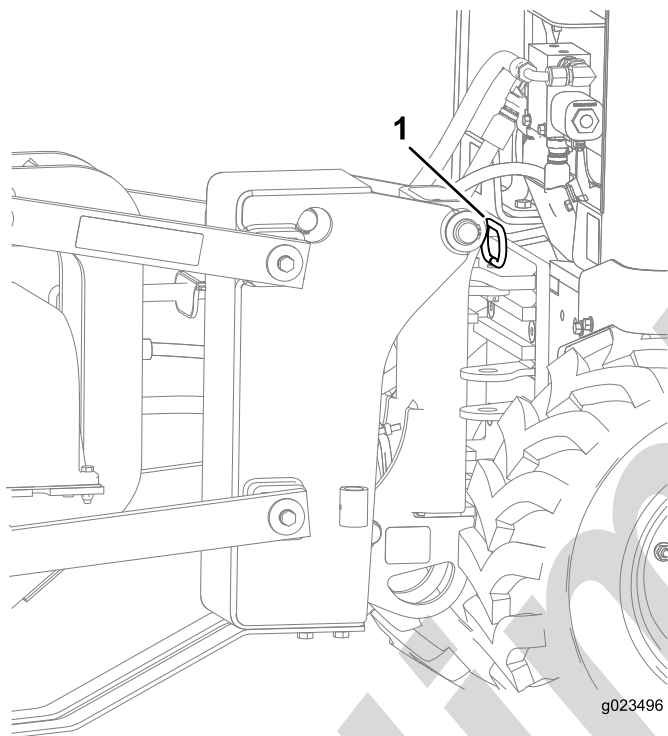

Figura 5
Nota: De este modo el obstáculo puede desplazarse hacia un lado, o la cuchilla puede pasar alrededor del obstáculo. Asegúrese de que el pasador de bloqueo de giro del arado no está colocado (Figura 5).
2. Al pasar por encima del agujero con la máquina, pare la vibración del arado y coloque el pasador de bloqueo de giro (Figura 5).